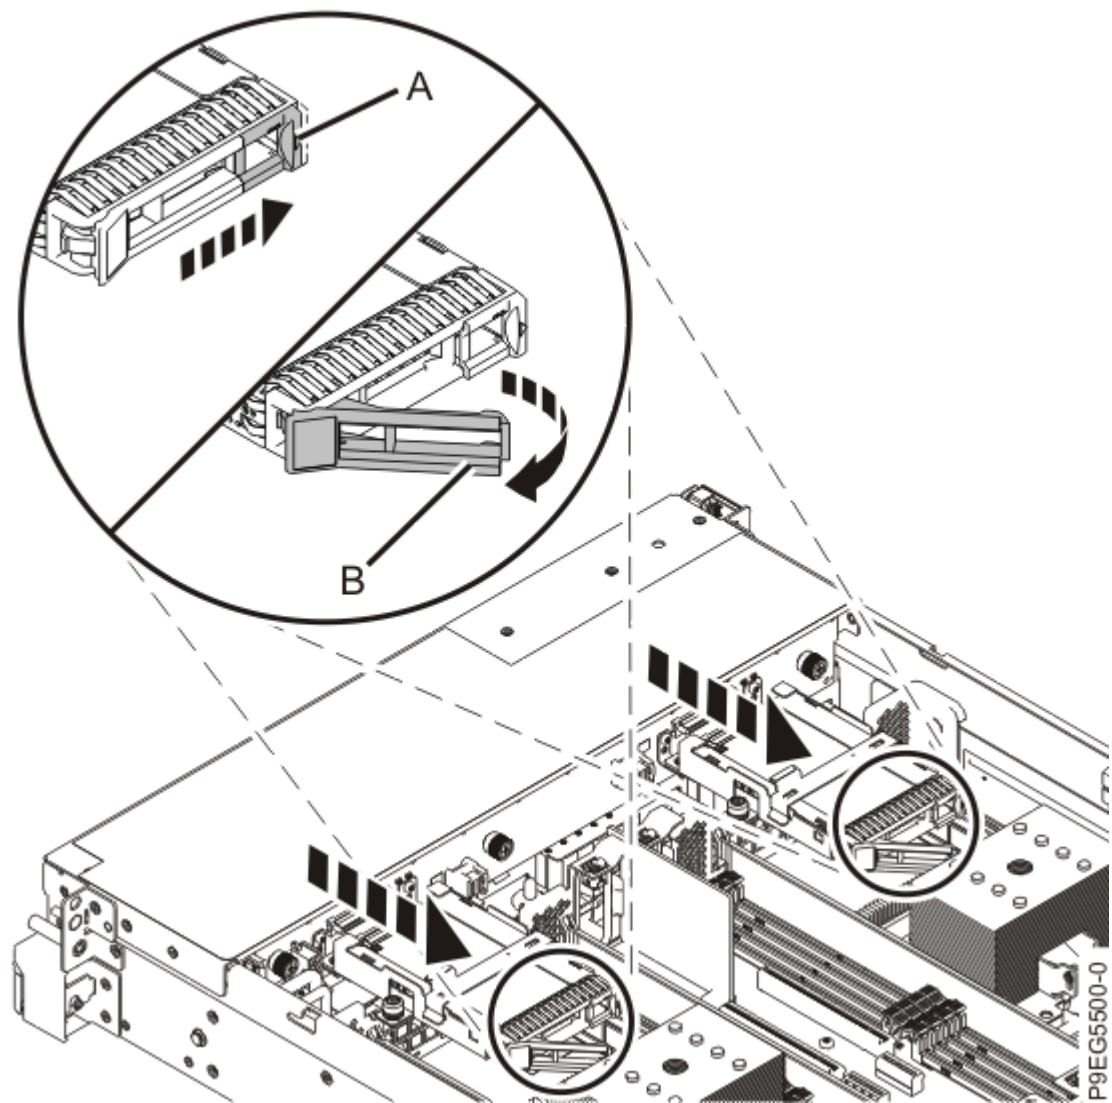

図 7. ドライブのラッチを外す
b) ドライブ・タブ **(A)** を押して、ドライブ・レバー **(B)** を解放します (9 ページの図 7 を参照)。